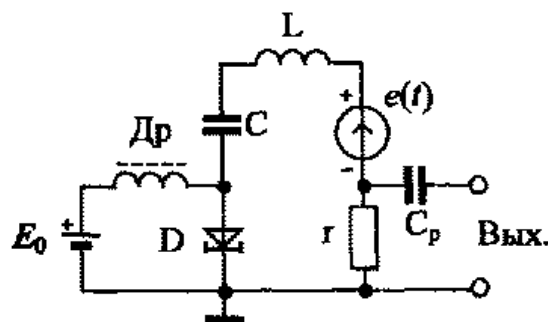

Рис. 2
*Автогенератор на туннельном диоде* (рис. 2) — пример простого генератора гармонических колебаний. Постоянное напряжение  $E_0$  через дроссель  $Dp$  подается на анод туннельного диода  $D$ . Величина этого напряжения такова, что рабочая точка помещается на падающем участке ВАХ диода.